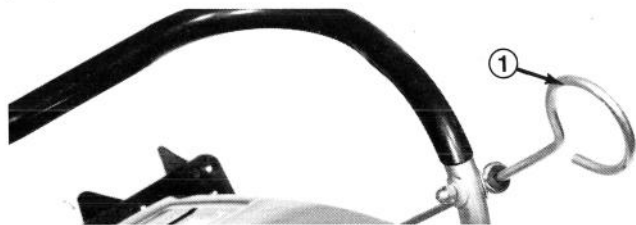

Figure 7
2. Versez une demi-tasse (4 onces) d'huile pour moteur à deux temps dans le bidon à essence (Fig. 7). **N'UTILISEZ PAS** d'huile multigrade.
3. Agitez vigoureusement le bidon à essence pour bien mélanger l'huile et l'essence (Fig. 7). N'oubliez pas de mettre le bouchon sur le bidon d'essence avant de l'agiter.
4. Ajoutez trois autres pintes US d'essence à ce mélange essence-huile (Fig. 7). Le mélange carburé est maintenant prêt à employer dans votre déneigeuse S200.
Tournez la commande de direction des ailettes (Figure 7) pour diriger le jet de neige d'un côté ou de l'autre ou vers l'avant. Le déneigement terminé, tournez la commande de direction de telle sorte que les ailettes soient en position verticale, sans inclinaison ni d'un côté ni de l'autre. Si on laisse les ailettes en position inclinée, elles pourraient se déformer et ainsi prendre plus ou moins un pli permanent. Un tel pli nuirait à la projection normale et efficace de la neige.